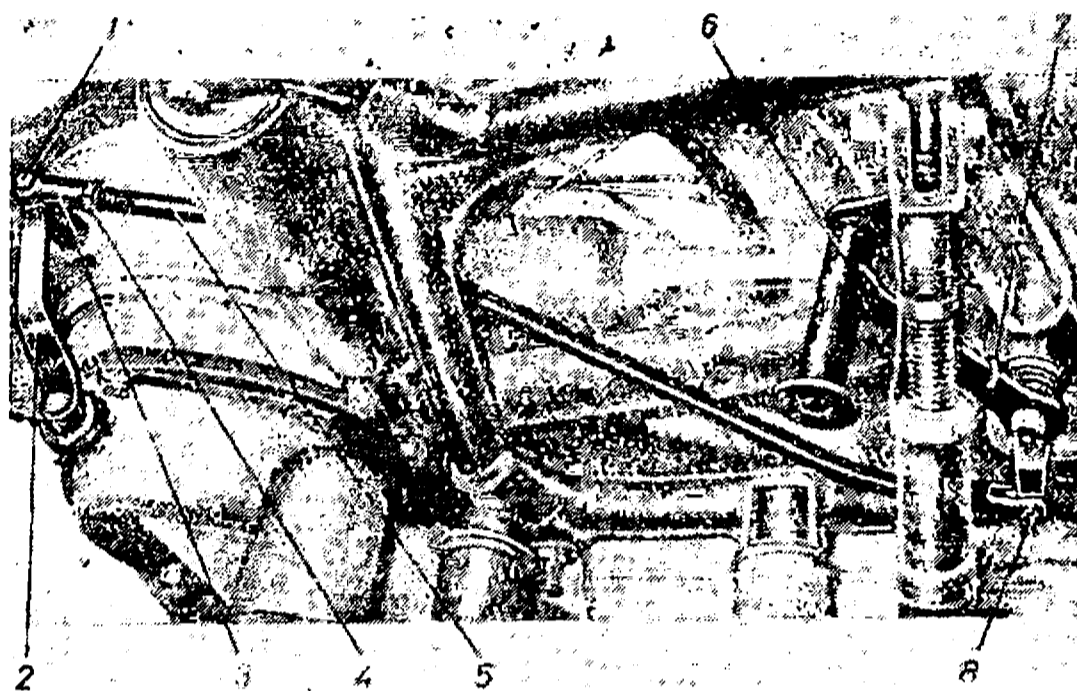

Рис. 15. Механизм включения блокировки:
3. Отсоединить тягу 5 (рис. 15), вынув для этого шплинт 8, палец 1 и отвернув контргайку 4.
5. Рычаг 6 при этом должен находиться в положении, указанном на рис. 15.